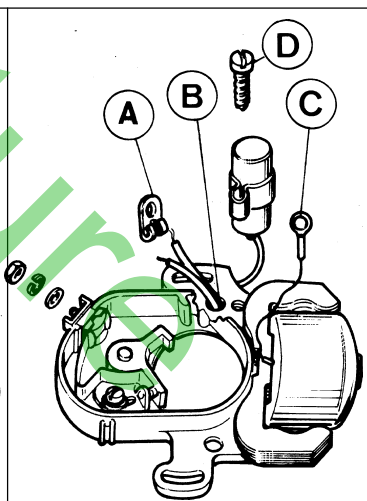

Fig. 14
- Débrancher tous les câbles et dessouder la languette **A** (Fig. 14).
REPLACEMENT CONDENSATEUR (Fig. 14).